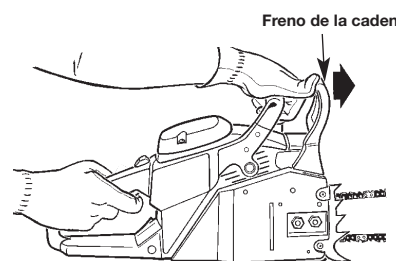

Fig. 6
4. Mientras la unidad está funcionando, oprima el gatillo de control del regulador a un 1/3 de regulación y luego conecte el freno de la cadena empujando hacia adelante la palanca del freno de la cadena con la mano izquierda (Fig. 6).